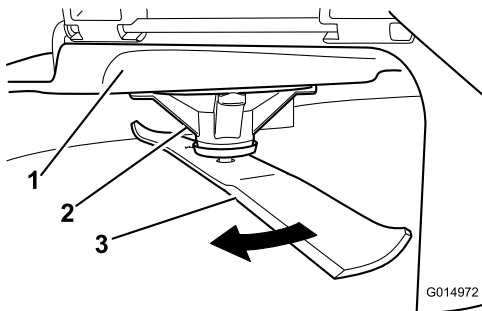

Figura 73
2. Llevando guantes fuertemente acolchados u otro tipo de protección apropiada para las manos, gire la cuchilla lentamente hasta una posición que permita medir la distancia entre el filo de corte y la superficie nivelada en la que descansa la máquina (Figura 73).